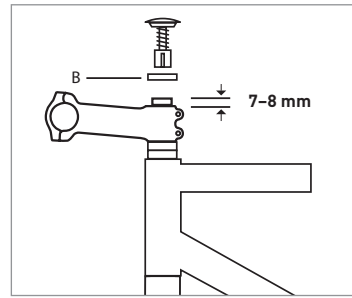

Figure 5
4. Un tube de pivot en carbone doit dépasser de 7 à 8 mm le haut de la fixation de la potence et une entretoise de 10 mm doit être installée entre la potence et son bouchon (figure 5).